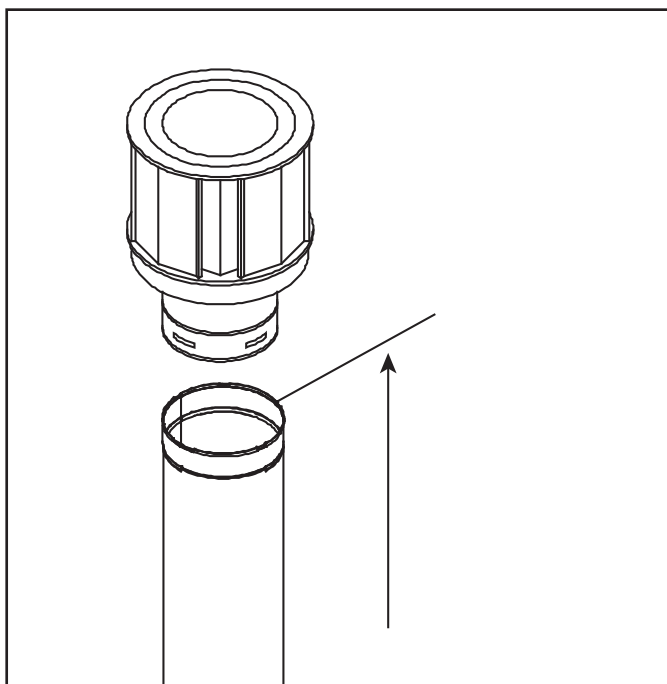

Figure 4.8. Mesure à l'extrémité supérieure de la dernière section du tuyau
- Les extrémités verticales doivent être mesurées à partir de l'extrémité supérieure de la dernière section du conduit. Voir la Figure 4.8.